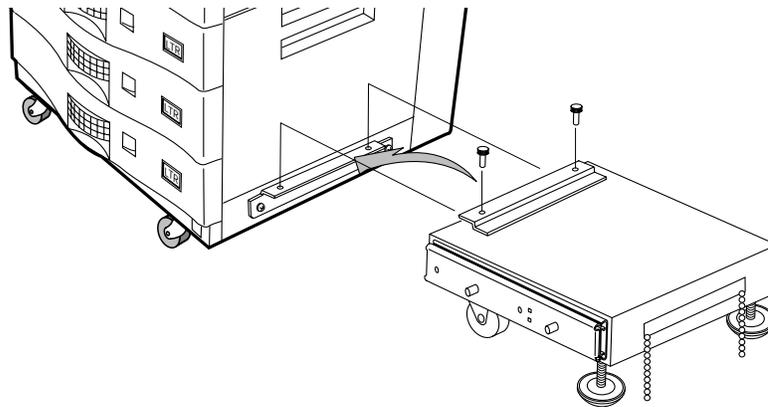

Abbildung 4-7 Podest befestigen
3. Setzen Sie das Podest auf die Führung des Montageträgers. Befestigen Sie das Podest an der Führung des Podests (siehe Abbildung 4-7).